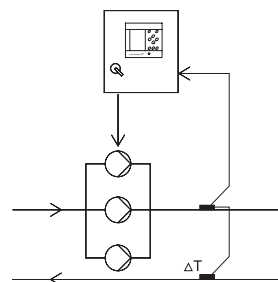

Рис. 19 Перепад температур
- Перепад температуры (датчик перепада температуры), см. рис. 19.